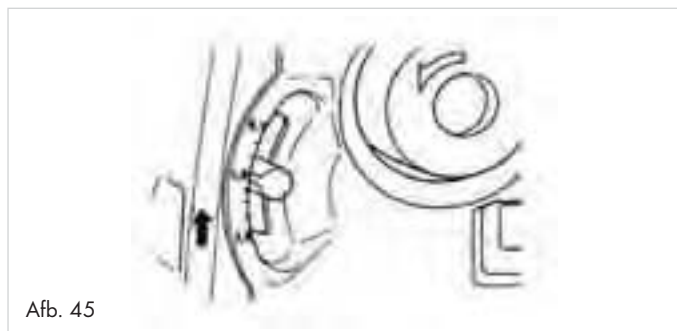

Afb. 44
- Zet de hendel voor differentieel transport **9** op een hogere waarde dan 1,0 (afb. 44). De juiste instelling is afhankelijk van de te verwerken stof en van de gewenste plooiing. Maak daarom altijd een testnaad, om de instellingen te testen.